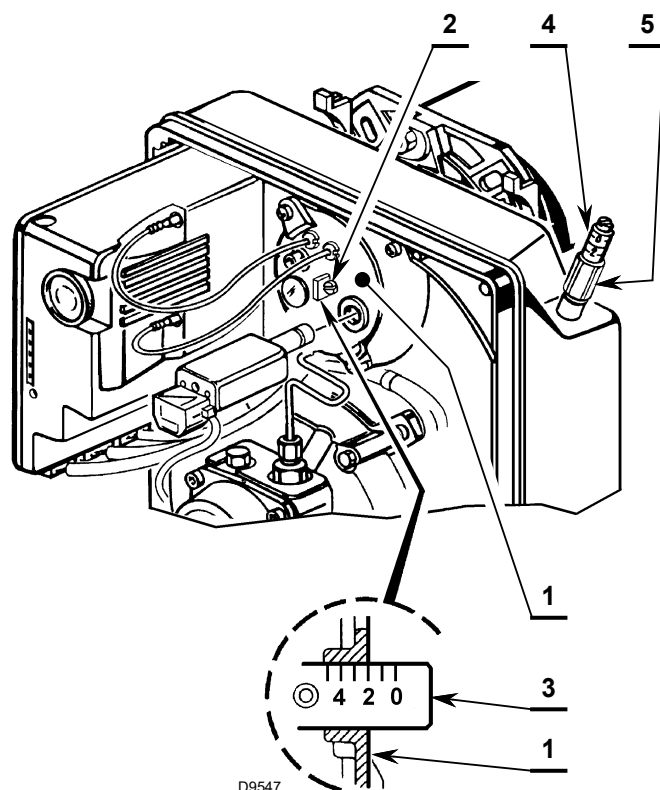

Fig. 11
- girar en sentido horario o antihorario el tornillo de regulación 2)(Fig. 11) hasta que la muesca de la brida de regulación 3)(Fig. 11) coincida con el plano exterior del conjunto porta-boquilla 1)(Fig. 11).
- Aflojar la tuerca 5)(Fig. 11) y calibrar el registro de aire con el tornillo 4)(Fig. 11).